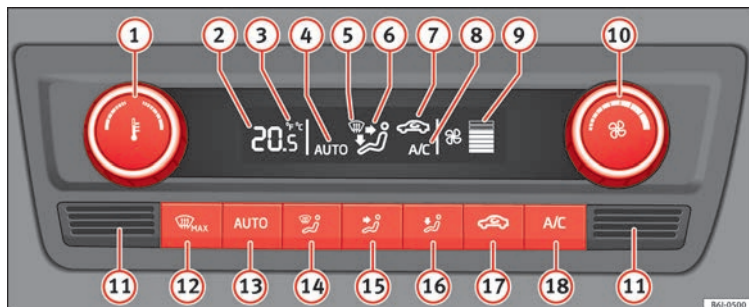

Bild 155 Climatronic: reglage.
-  (18) » bild 155 påslagen.
Motsvarande funktion slås på när en knapp trycks in. Luftkonditioneringen slås på om den var avstängd. Ett undantag är knapp (17) » bild 155 (luftcirkulation).
- Vrid reglaget (10) åt vänster till segmenten i kolumn (9) » bild 155 slocknar.
- Tryck på knappen  (13) » bild 155.
Håll in knapparna  och  » bild 155 i 2 sekunder samtidigt. Informationen visas på skärmen i den önskade enheten.
- Kupétemperaturgivaren (11) » bild 155 finns längst ner. Den får inte täckas för med dekaler eller liknande, eftersom detta kan ha negativ inverkan på Climatronics funktioner.
- Tryck in knappen  (13) » bild 155 och AUTO som visas på skärmen.
- När du slår på tändningen kan reglaget (1) » bild 155 användas för att ställa in den önskade innertemperaturen.
- Tryck på knappen  (17) » bild 155 och  symbolen visas på skärmen.
- Tryck på knappen  **17** » » bild 155 och symbolen försvinner från skärmen.
- Vrid reglaget **10** » » bild 155 moturs (sänk hastigheten) eller medurs (öka hastigheten).
- Tryck på knappen  **MAX** **12** » » bild 155.
- Tryck flera gånger på knappen  **MAX** **12** » » bild 155 eller tryck på knappen  **AUTO**.